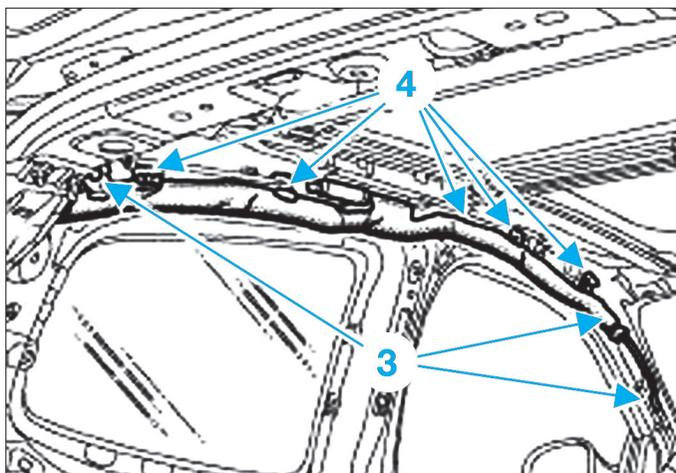
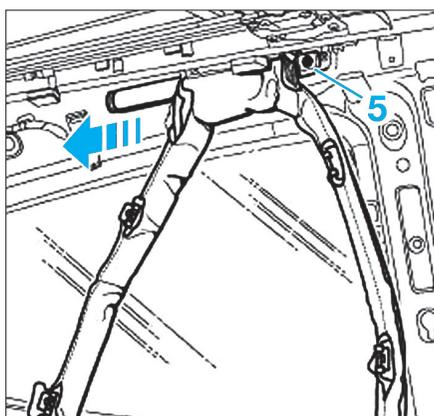

Fig. 13
Fig. 14
- Déposer (Fig.13) :
- les agrafes en plastique (3),
- les agrafes de maintien (4) de l'airbag rideau à l'aide d'un petit tournevis plat.
- Déposer la vis (5) (Fig.14).